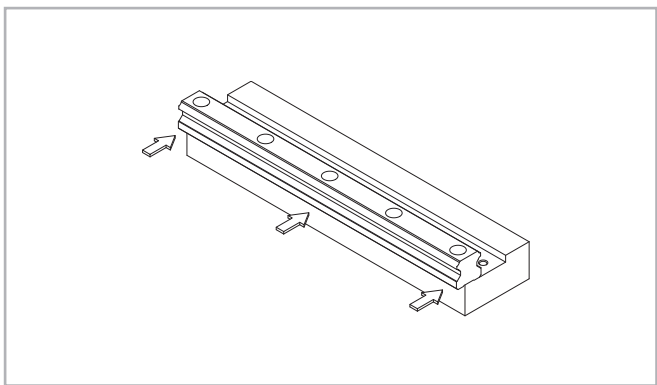

Fig. 52
(2) Posizionare con cura la guida sulla superficie di appoggio (vedere fig. 52) ed iniziare ad avvitare le viti di fissaggio fino a quando la guida tocchi la suddetta superficie.